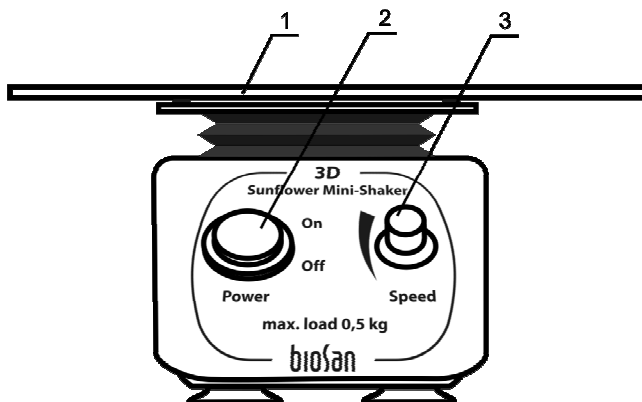

Fig.1. Pannello di controllo
- 4.2. Posizionare i campioni sulla piattaforma dell'unità (Fig.1/1).
- 4.3. Accendere l'interruttore **Power** portandolo in posizione **On** (Fig.1/2).
- 4.4. Regolare la velocità di agitazione secondo le impostazioni desiderate utilizzando la manopola di controllo della velocità (Fig.1/3).